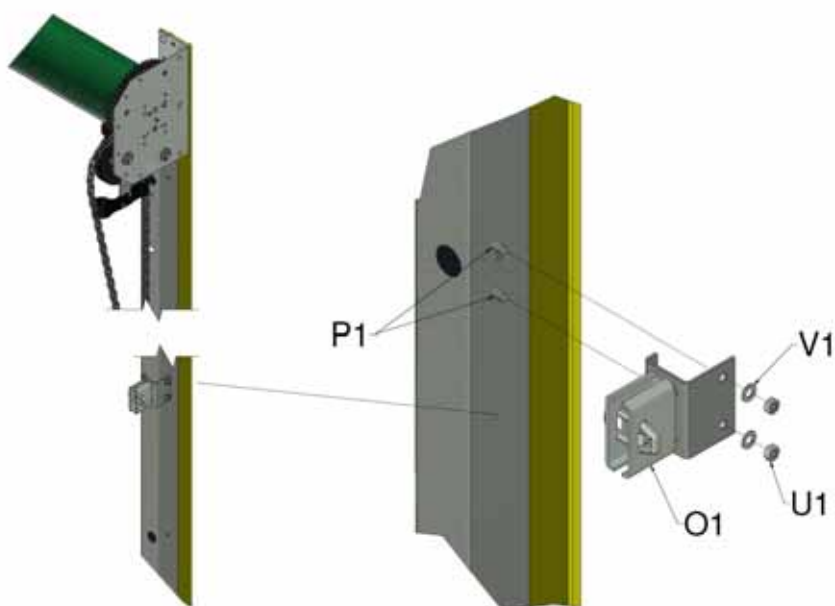

Abbildung 13: Befestigung des Kettenhalters an der Führungsschiene
12. Kettenhalter und Montagehalterung (O) mit den Flanschschrauben M8 x 16 (P1) an der Führungsschiene montieren. Dafür müssen zwei 8,5 mm Löcher gebohrt werden. Die Höhe des Kettenhalters ist von der jeweiligen Anlage abhängig (siehe Abbildung 13) und beträgt normalerweise 1,5 m.